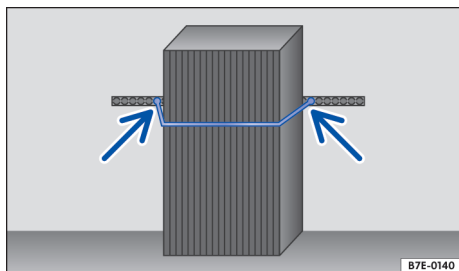

Fig. 132 Representação esquemática: fixar o volume de bagagem.
- Passar o cinto de retenção ao redor do volume de bagagem → Fig. 132 e fixar nos olhais de amarração (setas).